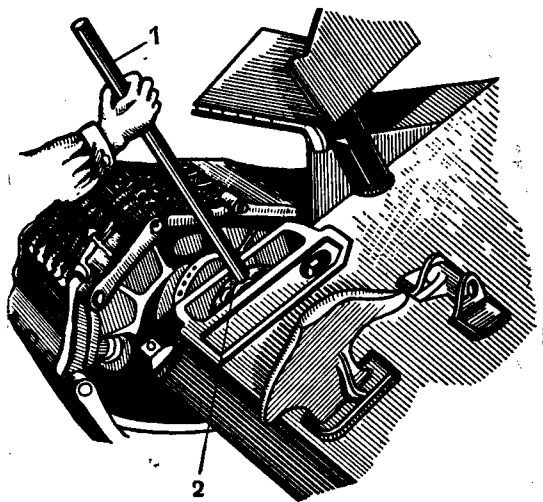

Рис. 53. Регулировка натяжения гусеницы (1-е положение):
(рис. 53 и 54)
1. Отвернуть два болта крепления крышки лючка кронштейна ленивца (рис. 53) и снять крышку.